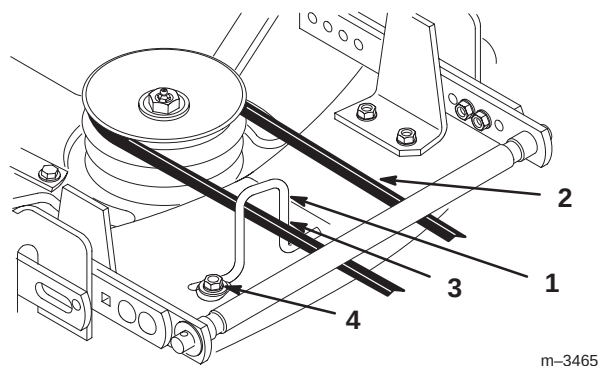

Figure 14
9. Desserrez le boulon du guide de courroie (Fig. 14).
10. Réglez le guide de courroie pour que la courroie vienne effleurer le bras intérieur du guide (vers le centre du plateau de coupe) (Fig. 14).